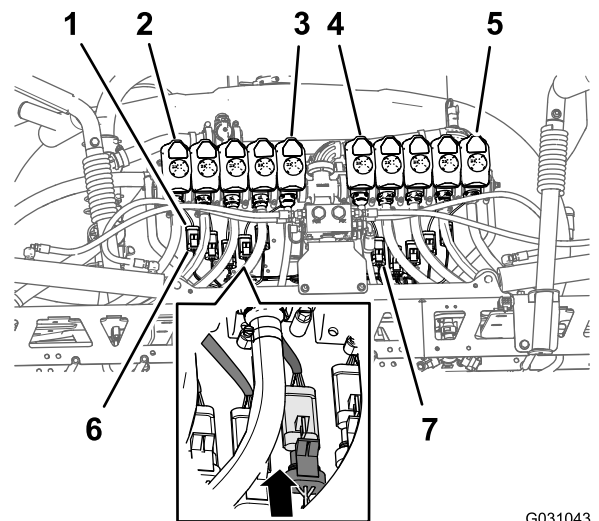

図 133
を、10バルブマウントの後方からノズルバルブ 15の下へ導く 図 133。
- 203cm の枝線の、**Nozzle Valve 6 Nozzle Valve 10**というラベルの付いた3ソケットコネクタを、10バルブマウントの後方からノズルバルブ 610の下へ導く 図 133。
- 後方ワイヤハーネスの **Nozzle 1**というラベルのついている3ピンソケットコネクタを、ノズルバルブ1番用の3ピンコネクタに接続する 図 133。
- ノズルバルブ2番10番についても、ステップ 3 を行う 図 133。